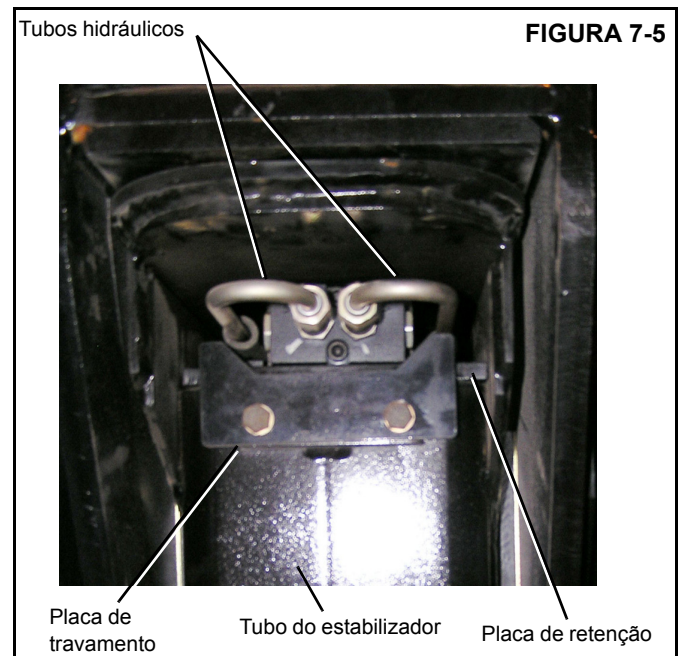

FIGURA 7-5
5. Instale a placa de trava e os parafusos com cabeça (Figura 7-5).